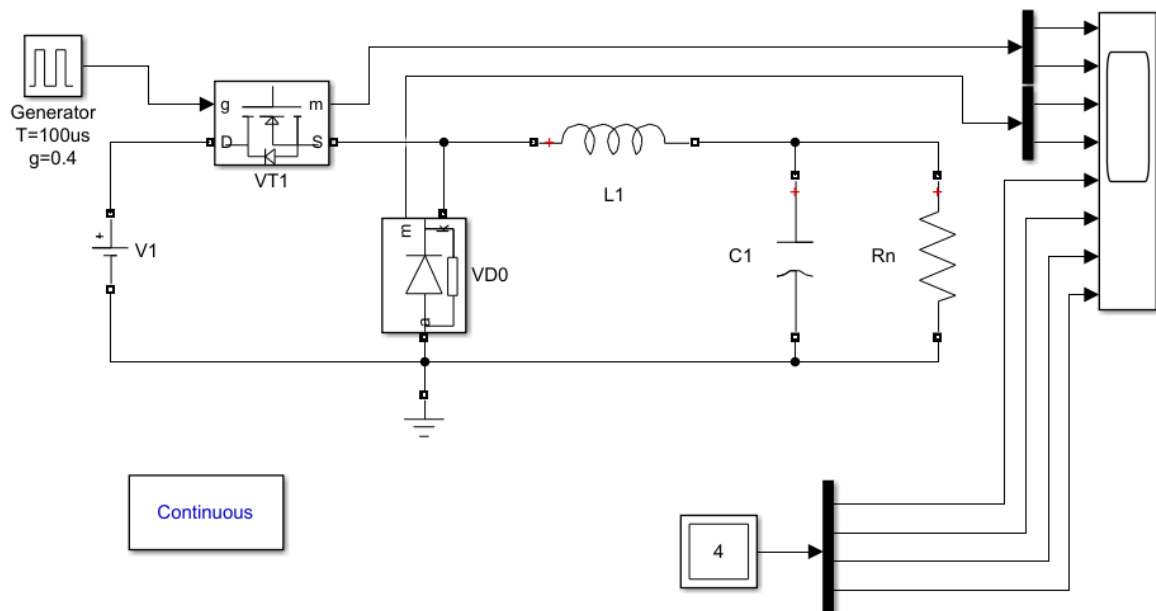

Рис.1
Ознакомиться с теоретическими сведениями и методикой расчета ППН, схема которого приведена на рис.1. Рассчитать требуемые параметры. При расчете принять следующие параметры:
3.1.Собрать на стенде схему регулятора постоянного напряжения в соответствии с рис.1.
- 3.6. Схему рис.1 дополнить контуром регулирования с полученными значениями коэффициентов. Снять осциллограмму выходного напряжения при скачкообразном изменении входного (10% от номинального значения).